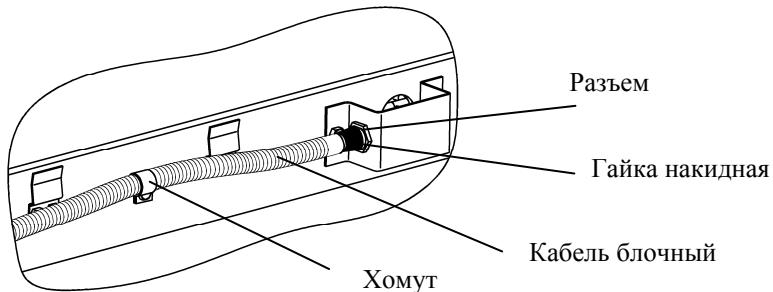

Рис. 10.4 - Соединение кабеля блочного с модулем
- отвернуть накидную гайку кабеля. Отсоединить кабель от разъёма платформы весовой (см. Рис. 10.4);
- Вставить разъем кабеля в скобу и затянуть фиксирующую гайку (Рис. 10.4).